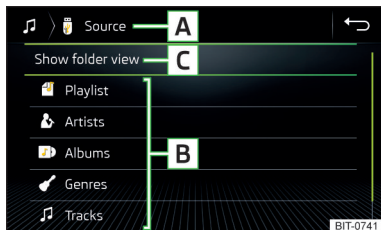

Abb. 182
**Multimedia-Datenbank** » Abb. 182